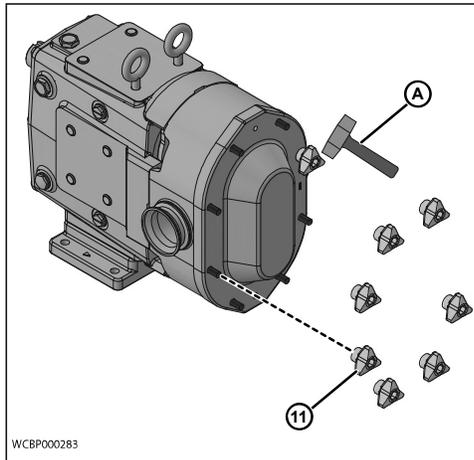

Ilustración 31 - Quitar las tuercas de la cubierta
1. Retire las tuercas de mariposa (11) de la tapa utilizando un martillo blando (A) para aflojarlas (Ilustración 31).